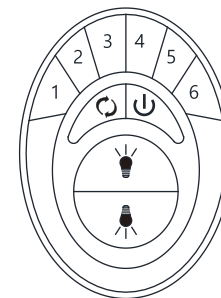

Imagen 21
**Paso 1.** Restaure la corriente al circuito derivado del ventilador para techo en el disyuntor o caja de fusibles. Dentro de 60 segundos de restaurar la corriente, mantenga pulsado el botón "⏻" del transmisor (Imagen 21) por 5 segundos. La luz trasera del control remoto titilará dos veces y el ventilador girará por varios segundos. Esto confirmará que se completó la vinculación. El transmisor estará vinculado a su ventilador y listo para usarse.